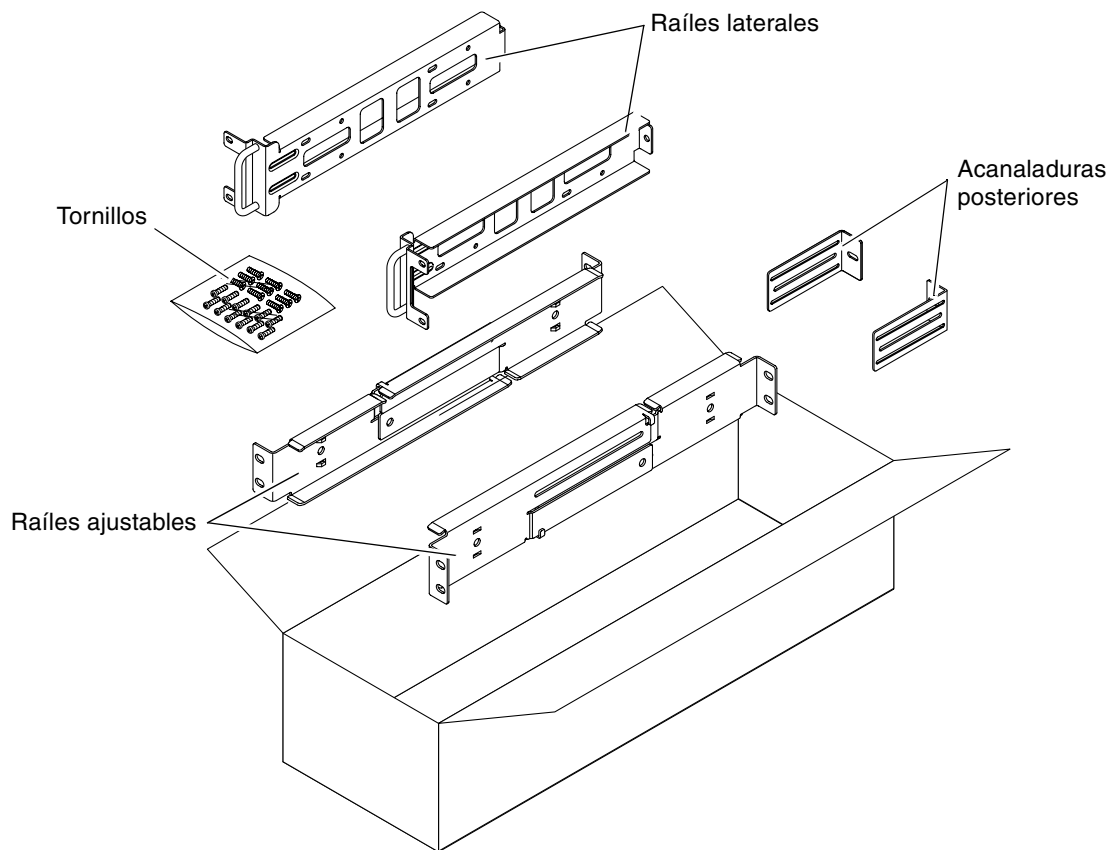

FIGURA 3-14 Contenido del kit de montaje fijo de 600 mm de 4 postes
1. Saque los raíles ajustables del kit del bastidor (FIGURA 3-14).
7. Saque las acanaladuras posteriores del kit del bastidor (FIGURA 3-14).
9. Saque los raíles laterales del kit del bastidor (FIGURA 3-14).